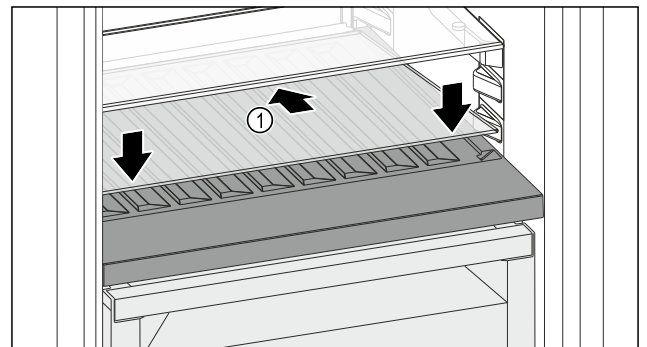

Fig. 178
- ▶ Glasplatte Fig. 178 (1) schräg und nach hinten unten geneigt ansetzen.
- ▶ Glasplatte Fig. 178 (1) vorne absenken.